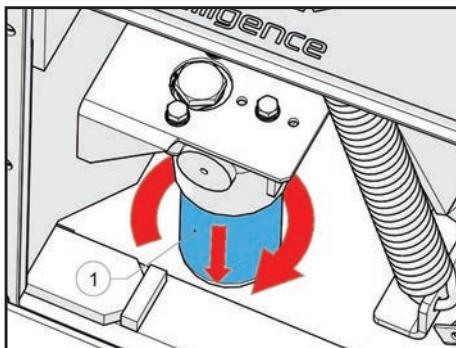

FIGURE 6
- Dévisser le filtre derrière le panneau gauche (FIGURE 6) et laisser couler l'huile environ 15 min.